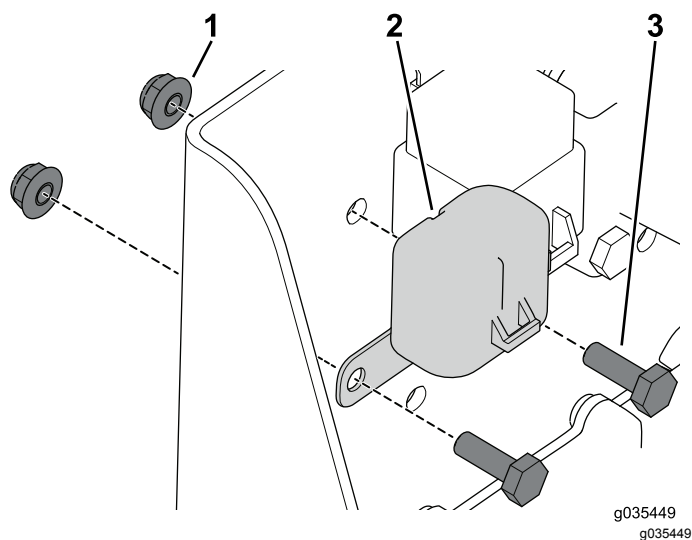

Figura 14
5. Utilice los 2 pernos (1/4" x 3/4") y las tuercas con arandela prensada para fijar la tapa del fusible (Figura 14).